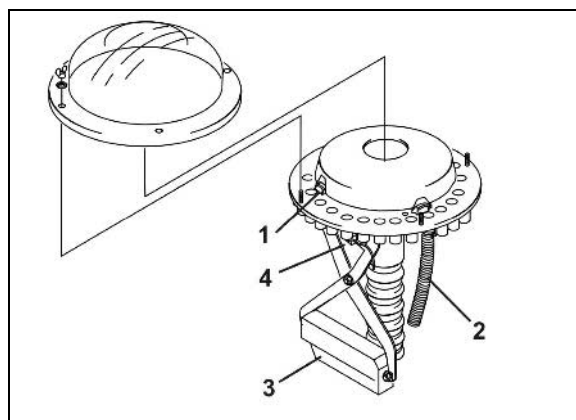

Рис. 47
- устройство для установки технологиче-ской колеи закрывает в распределитель-ной головке посредством заслонки (Рис. 47/1) дозировку к семяпроводам (Рис. 47/2) сошников техколеи;
Подача посевного материала к сошникам технологической колеи прерывается, как только электромотор (Рис. 47/3) закрывает соответствующие семяпроводы (Рис. 47/2) в распределительной головке.
Датчик (Рис. 47/4) проверяет, надлежащим ли образом работают заслонки (Рис. 47/1), от-крывающие и закрывающие семяпроводы (Рис. 47/2).